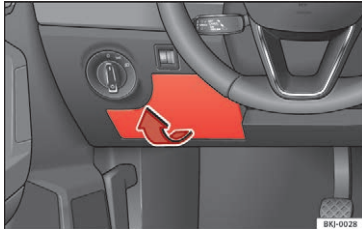

Fig. 58 Instrumentpanelet i førersiden: afdækning på sikringsboks
- Åbning: Tag afdækningen til sikringsboksen af i pilens retning »» Fig. 58.